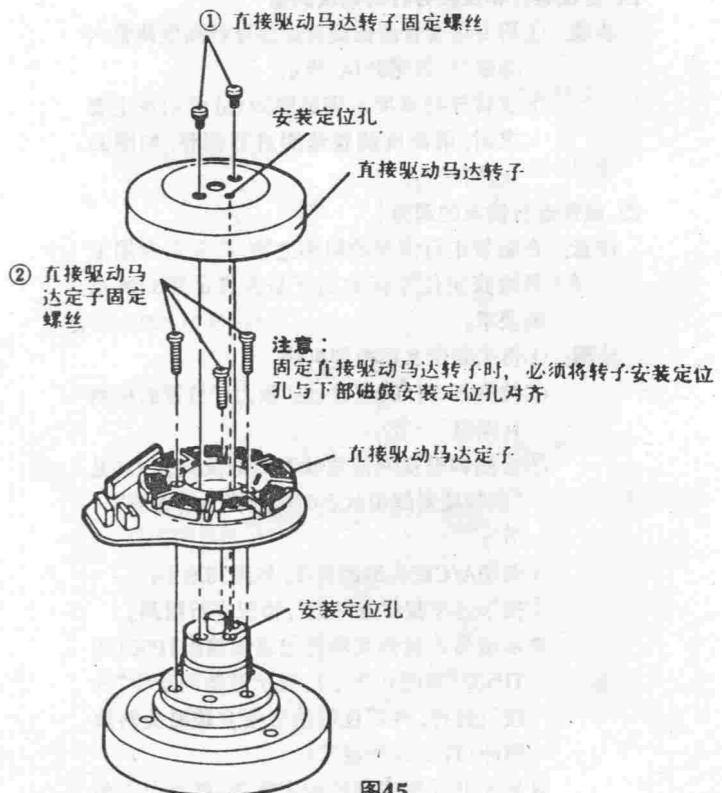

图45
机构的2个螺丝①,如图45所示;
⑤卸下直接驱动马达转子机构;
⑥用十字螺丝刀旋下固定直接驱动马达定子